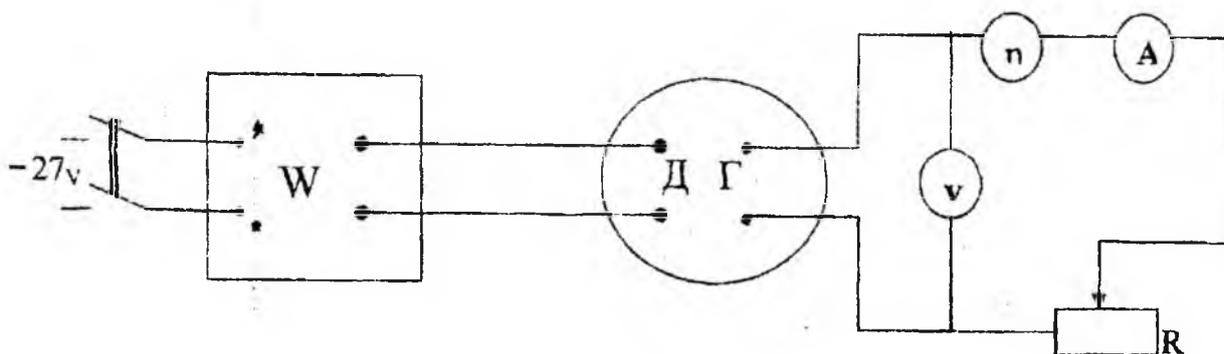

Рисунок 16 – Схема двигателя постоянного тока с последовательным возбуждением
1. Соберите схему электрической цепи, изображенную на рис. 16